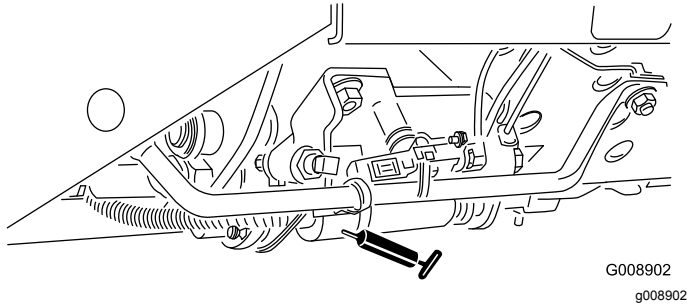

**Figura 38**
- Mecanismo de ajuste neutro (Figura 38)